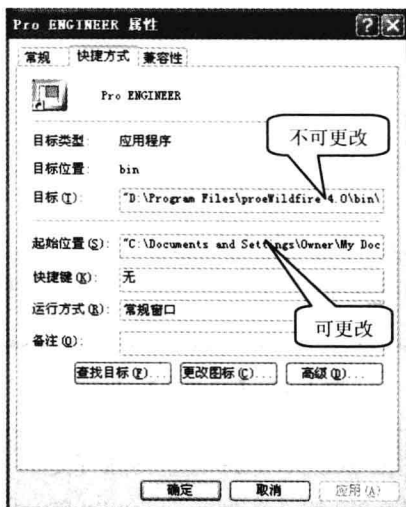

图 1-9 Pro/ENGINEER Wildfire 5.0【属性】对话框
STEP 1 在计算机桌面上用鼠标右键单击 Pro/ENGINEER Wildfire 5.0 应用程序图标, 弹出 Pro/ENGINEER Wildfire 5.0【属性】对话框, 如图 1-9 所示。在【快捷方式】选项卡中有两个重要的选项, 即【目标】和【起始位置】。